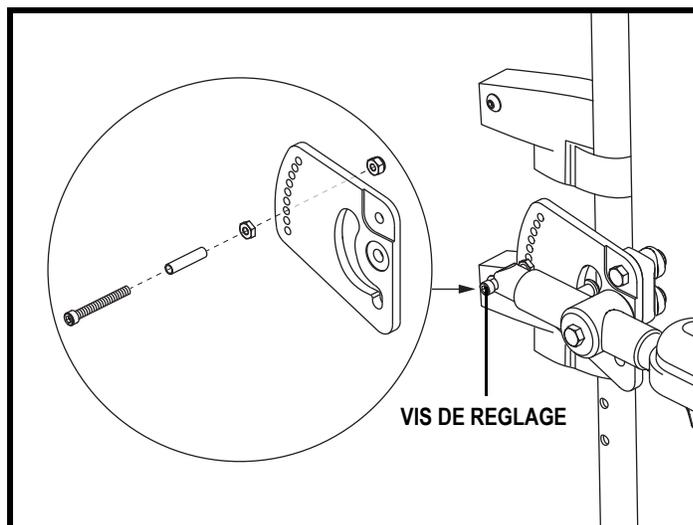

Figure 36. Réglage d'un accoudoir relevable verrouillable
2. Enlevez la vis de réglage. **Voir la figure 36.**